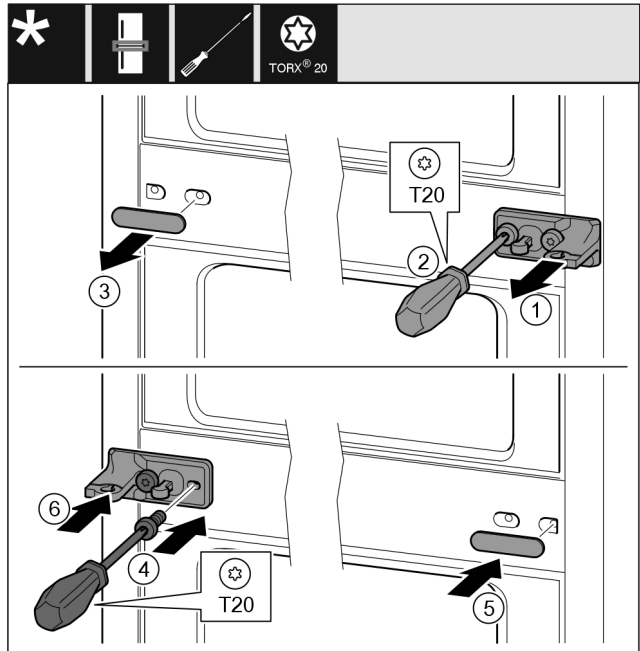

Fig. 11
- ▶ Tag skiven af. Fig. 11 (1)
- ▶ Skru skruerne ud med skruetrækkeren T20. Fig. 11 (2)
- ▶ Tag forsigtigt afdækningen af. Fig. 11 (3)
- ▶ Drej hængselkonsollen 180°, og skru den fast på den anden side. Fig. 11 (4)
- ▶ Drej afdækningen 180°, og anbring den på den anden side. Fig. 11 (5)
- ▶ Skub skiven på forfra. Fig. 11 (6)